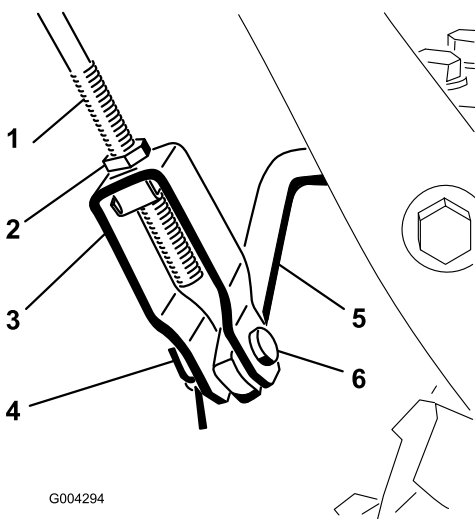

Рисунок 8
1. Отпустите контргайку над вилкой на верхнем штоке управления (Рисунок 8).
2. Совместите отверстия вилки и нижнего рычага управления; вставьте в них штифт с головкой (Рисунок 8).
- C. Перемещайте вилку вверх или вниз для того, чтобы увеличить или уменьшить расстояние между верхом ручки для захвата и нижней частью рычага управления приводом шнека/крыльчатки (Рисунок 8).
6. Когда регулировка закончена, вставьте штифт вилки и законтруйте его шплинтом (Рисунок 8).
7. Затяните контргайку для фиксации вилки (Рисунок 8).